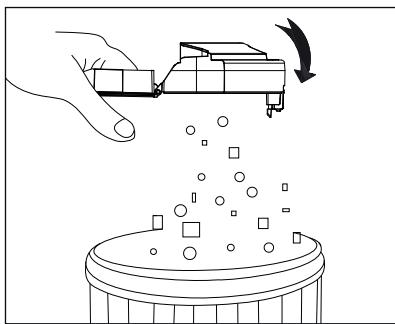

Fig. 9
- 3) Videz le contenu du bac à poussière ⑯ dans une poubelle (voir fig. 9).